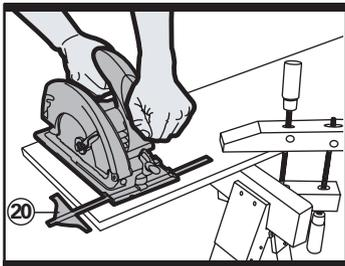

Fig 8
c. Positionnez la scie au dessus d'une limite de la surface en plaçant de devant de la base sur la surface et alignez le guide de coupe sur la marque (se référer à la Figure 8).
d. En vous assurant que la lame ne touche pas la surface (tout en étant près d'elle), pousser le levier (5) du protecteur de lame pour faire pivoter le protecteur hors de prévenir la coupe. e. Faites démarrer la scie et descendez lentement la lame sur le matériel en maintenant une force sur le devant de la base pour produire un mouvement de pivotement insérant la lame dans le matériel. Lorsque la lame commence à pénétrer dans surface, relâchez le protecteur inférieur pour une protection normale de travail.
Le guide parallèle sert à faire une coupe parallèle à une distance donnée d'une arrête de la pièce travaillée. Faites glisser le bras du guide parallèle (20) au travers des deux dispositifs (18) de façon à obtenir la distance désirée et serrez la vis de blocage (se référer aux Figure 8). Le bras peut être utilisé des deux côtés de la base (3). Le bras du guide est gradué de façon à ce que vous choisissiez la distance de coupe en vous référant au rebord de l'encoche de coupe à 90° ou à 45° (18) sur la base (3). Faites toujours un essai préliminaire pour vérifier le réglage.